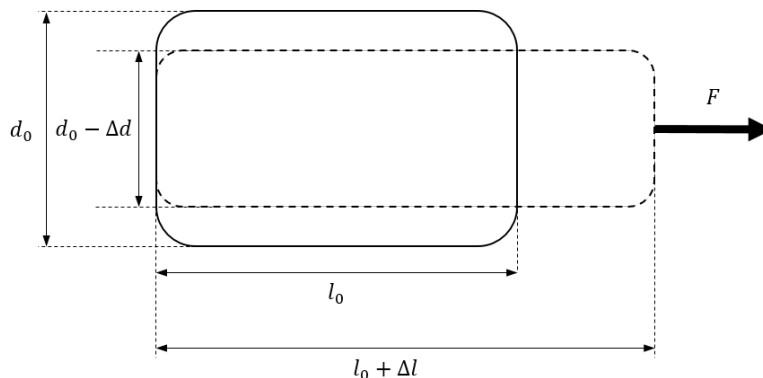

Рис. 3. Изменение продольных и поперечных размеров при растяжении
6. Коэффициентом Пуассона μ называется взятое со знаком минус отношение относительных изменений поперечных и продольных размеров упругого объекта при деформации растяжения/сжатия (см. рис. 3):